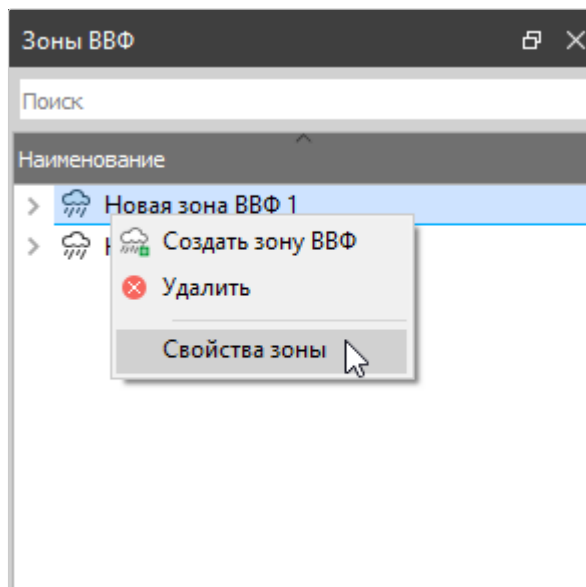

Рисунок 134. Переход к редактированию свойств зоны ВВФ
- 1) В плавающем окне «Зоны ВВФ» (см. Плавающее окно «Зоны ВВФ») щелкнуть правой кнопкой мыши по наименованию зоны ВВФ и в открывшемся контекстном меню выбрать пункт «Свойства зоны» (см. рисунок 134)